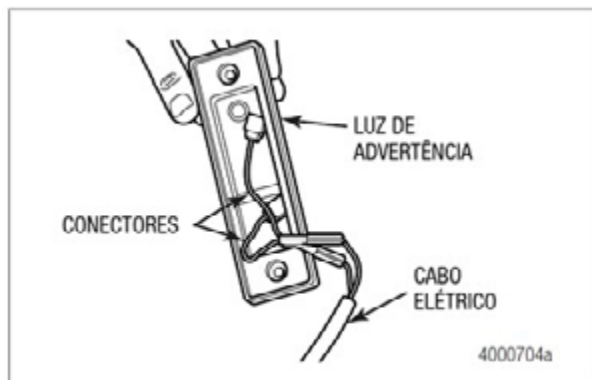

Figura 2.66
2. Conecte a luz de advertência ao chicote de fiação. O chicote de fiação standard é enviado como um conjunto único, consistindo em um fio preto e um fio branco, com terminais tipo forquilha em uma extremidade, que se conectam à caixa de controle, e terminais tipo bala, que se conectam à luz de advertência. Figura 2.66.